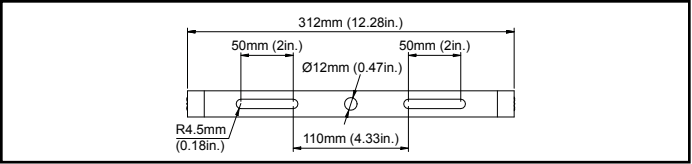

Figure 3
- 5. Fixez le luminaire sur la surface en utilisant la grille de perçage prévue à cet effet sur le support d'étrier, à l'aide de deux boulons de 8 mm (5/16 po), de rondelles frein et d'écrous (non fournis). Assurez-vous que la visserie est adaptée à la surface de montage. (Figure 3)